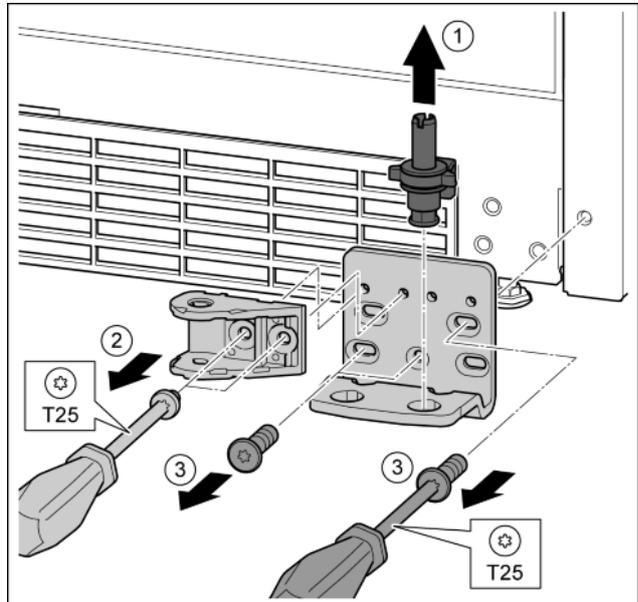

Fig. 29
- ▶ Lagerbolzen komplett nach oben herausziehen. Fig. 29 (1)
- ▶ Schrauben mit Schraubendreher T25 herausdrehen und Türaufhängung abnehmen. Fig. 29 (2)
- ▶ Schrauben mit Schraubendreher T25 herausdrehen und Lagerbock abnehmen. Fig. 29 (3)